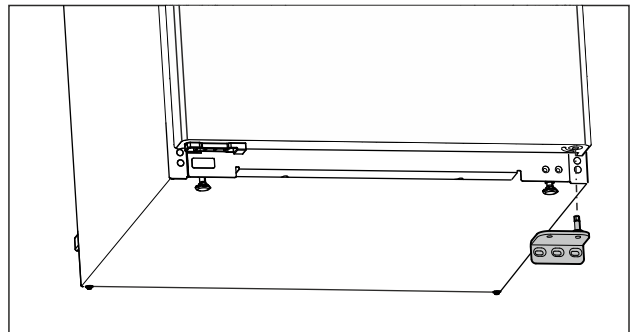

Fig. 11
- Hiqni nga poshtë bazamentin mbështetës. (shihni Fig. 11)